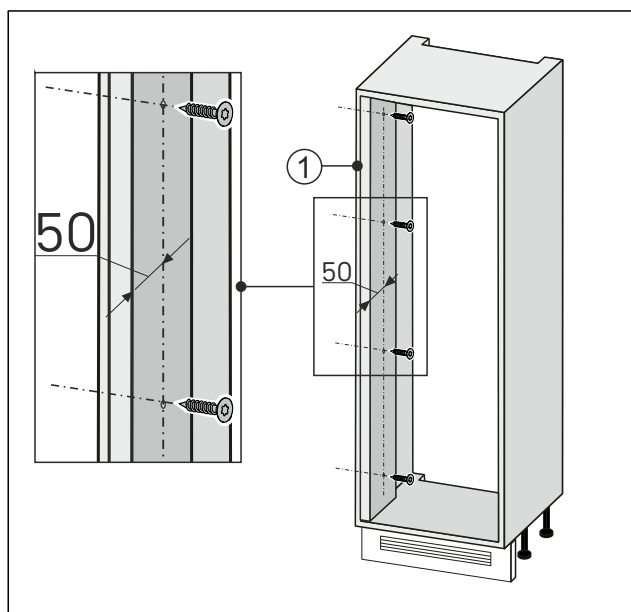

Fig. 93
- Skruva fast väggtjämnningen på dörröppningssidan Fig. 93 (1) mot möbelnischen.